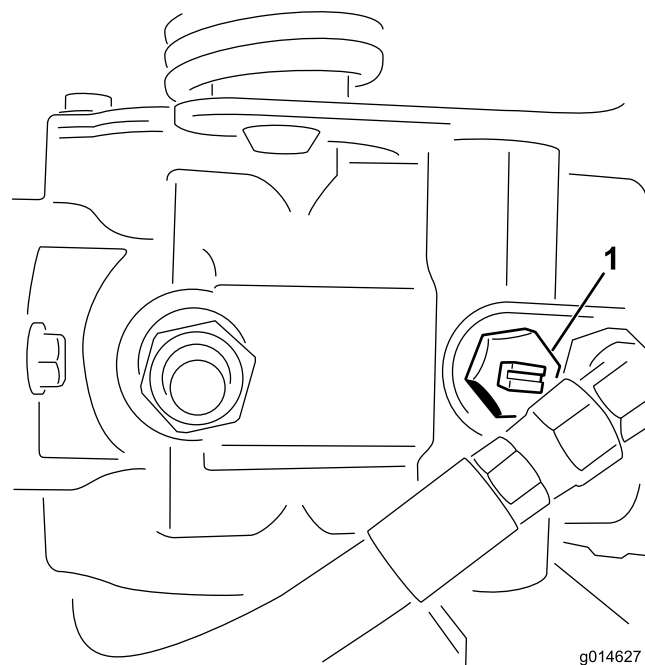

図 40
1. 油圧ポンプについているバイパスバルブ（図40）の溝が「縦」になるようにバルブを回転させる。
2. エンジンを始動する時には、必ずバイパスバルブ（図 40）を閉じる（溝が横向きになる）。バルブを開けたままでエンジンを掛けないこと。